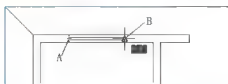

图 2.83 用【多线】命令绘制左上角的窗
(4) 将视图调整至如图 2.83 所示的状态。
(3) 在指定起点或 [对正 (J)/比例 (S)/样式 (ST)]：提示下，捕捉 A 点。
(4) 在指定下一点或 [闭合 (C)/放弃 (U)]：提示下，捕捉 B 点。A、B 点分别为窗洞口左右 240mm 墙厚的中点，如图 2.83 所示。
(5) 按 Enter 键结束命令，这样就绘制出了 1 窗。